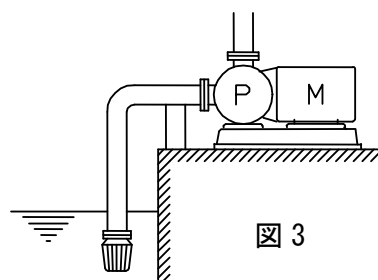

図3
- (c) 吸込配管は図3のようになるとなるべく短く、かつ曲りを少なくし、ポンプに向かって上がり勾配として、仕切弁は設けないようにしてください。この時、吸込配管の接続部から空気を吸いこまないように、シールは十分に行ってください。